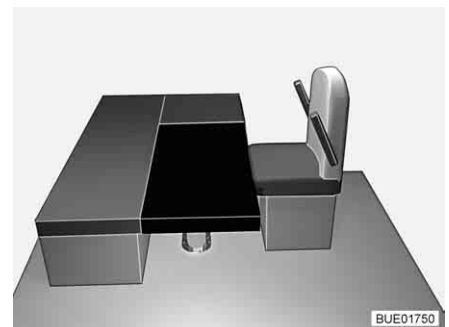

Bild 116 Nach dem Umbau
- Das rechteckige Zusatzpolster auf den Tisch legen (vor die Sitzpolster der Sitzbank, siehe Bild 116).